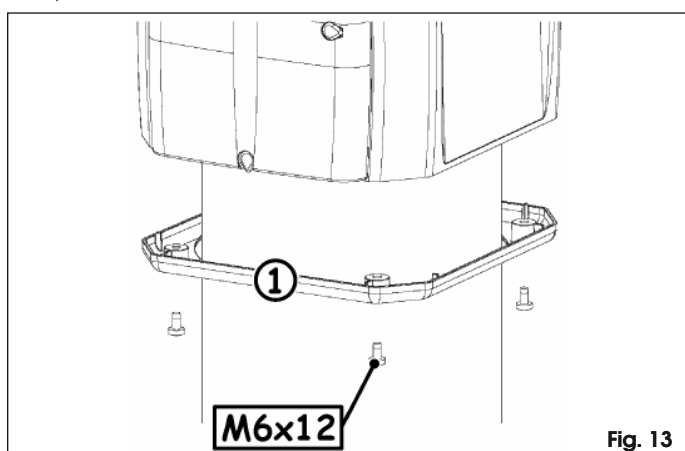

Fig. 13
11. Posizionare il carter inferiore Fig. 13 rif. ①, e fissarlo utilizzando le quattro viti in dotazione.